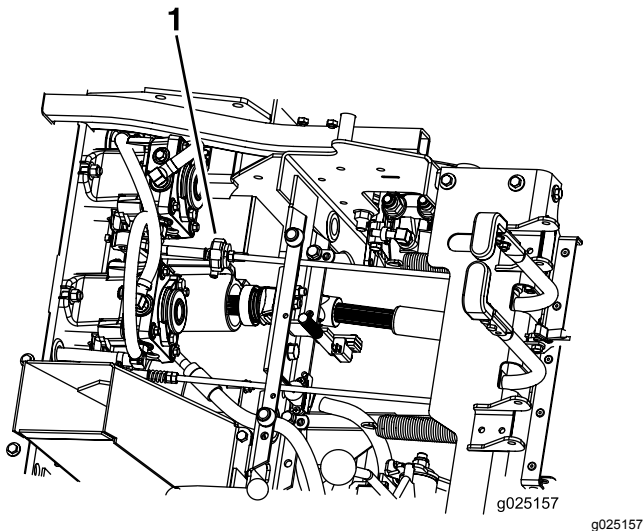

Figura 50
6. Compruebe que la máquina no se desplace en punto muerto con el freno de estacionamiento quitado (Figura 50).